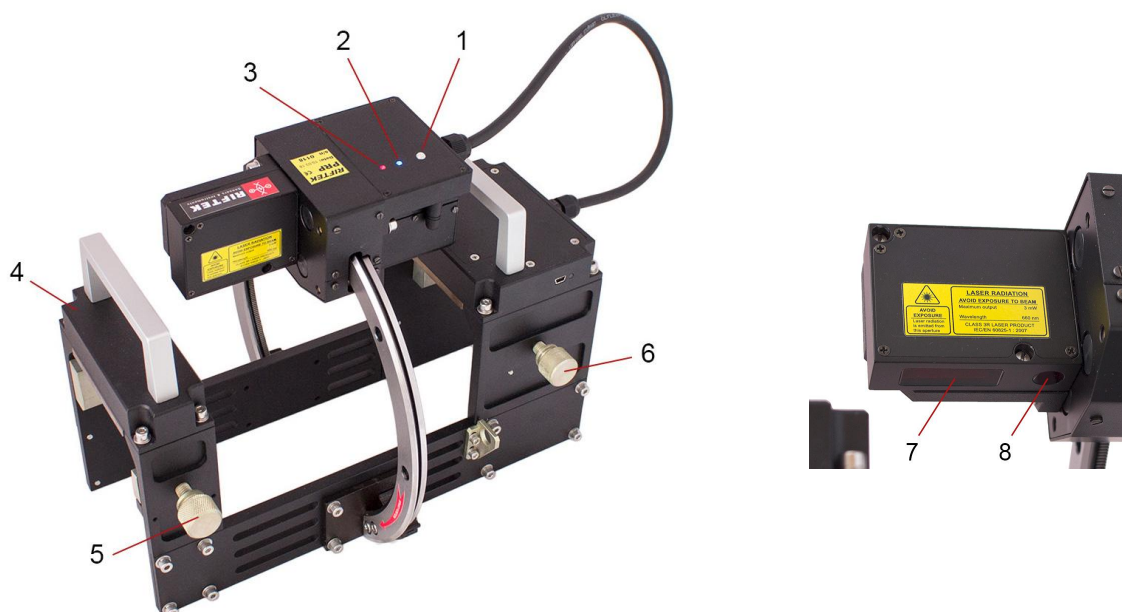

Рисунок 2
- Включить лазерный модуль, нажав кнопку (1), рисунок 2.